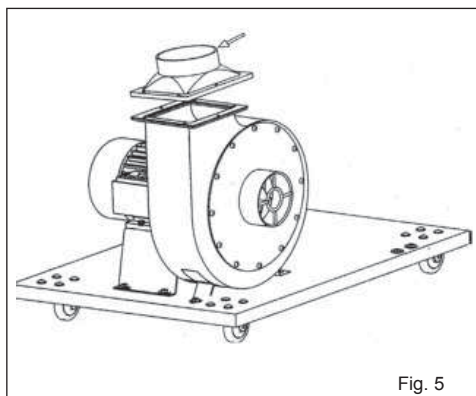

Fig. 5
4. Alinhar o conjunto do motor com o tambor para a colocação dos sacos. Colocar a junta de vedação entre as duas peças a montar, utilizar os parafusos, anilhas e porcas correspondentes (Fig. 5).